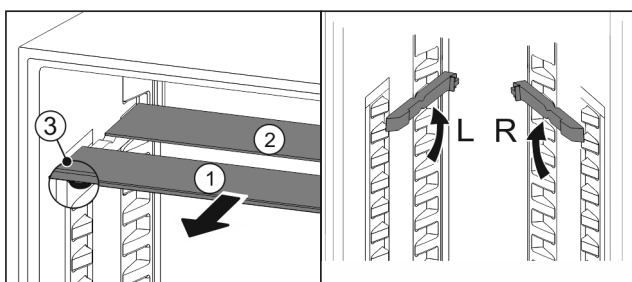

Fig. 61
- ▶ Wyciągnąć Fig. 61 (1) pojedynczo półki szklane do przodu.
- ▷ Płyta szklana Fig. 61 (1) z listwą ozdobną znajduje się z przodu.
- ▷ Stopery Fig. 61 (3) wskazują w dół.